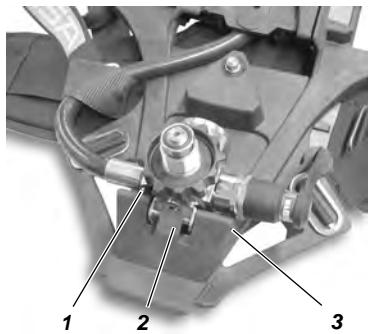
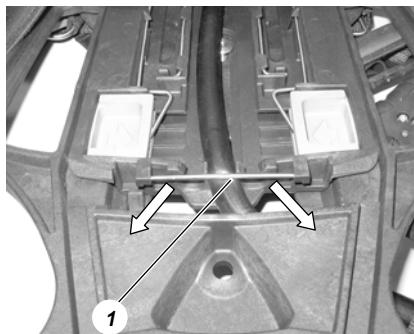

Bild 9 Druckminderer entfernen
Bild 10 Schlauch entfernen
- (4) Schulterpolster in den seitlichen Führungsschlitten der Verstellplatte in unterste Position schieben, Knöpfe leicht nach außen anwinkeln und aus der Führung herausnehmen.
- (5) Schulter- und Hüftgurte aus der Trageplatte ausknöpfen.
- (6) Arretierstift (siehe Bild 10) des Mehrkammerschlauchs schräg nach unten drücken und entfernen.
- (7) Gleichtes auf der anderen Seite der Trageplatte vornehmen.
- (8) Mehrkammerschlauch aus der Führung auf der Trageplatte herausnehmen.
- (9) Achse (3) in Halterung des Druckminderers herausdrücken (siehe Bild 9).
- (10) Druckminderer von der Trageplatte entfernen, dabei die Rastfeder (2) **nicht** hoch drücken.